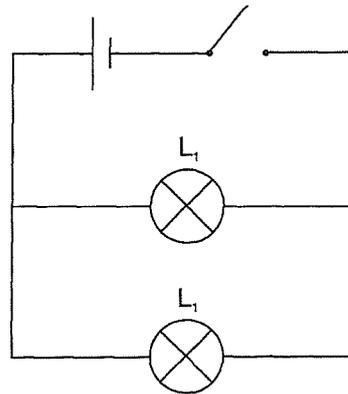

Figure 9.2
4.2. Réaliser le montage de la figure 9.2. Fermer l'interrupteur. Estimer l'éclat des ampoules. Noter les observations.